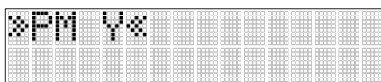

Abb. 17 Untermenü PlaneMatch
- 6.) Drücken Sie die Taste E (s) und lassen Sie sie wieder los, um das Untermenü PlaneMatch zu öffnen. Bestätigen Sie die Y-Achse durch erneutes Drücken der Taste E, um die Funktion PlaneMatch zu starten (siehe Abb. 17).